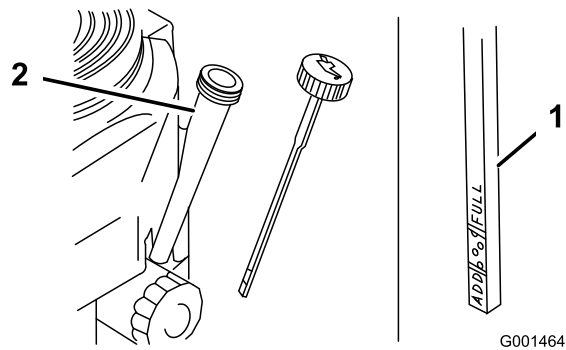

Figura 26
5. Desenrosque a vareta do óleo e limpe a extremidade (Figura 26).
6. Insira a vareta do óleo totalmente no tubo de enchimento, mas não a enrosque no tubo (Figura 26).
4. Limpe em torno da varela do óleo (Figura 26) para que a sujidade não vá parar ao orifício de enchimento e danifique o motor.
8. Lentamente, deite cerca de 80 % do óleo especificado no tubo de enchimento (Figura 26).